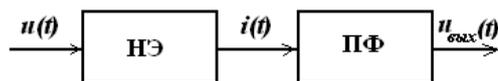

Рис. 1.3. Структурная схема умножителя частоты.
т.е. в общем случае он содержит постоянную составляющую I_0 и колебания кратных частот $n \cdot \omega_0$ ($n=2, 3, \dots$), называемые *высшими* гармониками. Установив на выходе НЭ полосовой фильтр (ПФ), можно выделить гармонику нужной кратности n . На рис. 1.3 приведена структурная схема умножителя частоты.
6.1.1. Подайте питание на усилительный элемент (включите питание макета) соберите схему рис.1.3 (соедините дополнительным проводом-перемычкой клеммы 11 и 10), и, меняя напряжение смещения (блок регулировки смещения), снимите статическую характеристику УЭ.